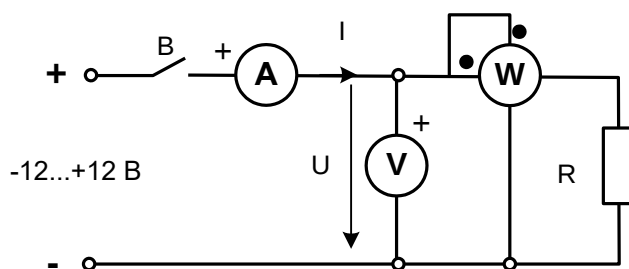

Рис. 2.1. Схема электрической цепи.
Изображение электрической цепи с помощью условных обозначений называют *схемой* электрической цепи (рис. 2.1).
- Соберите цепь в соответствии с принципиальной схемой (рис.2.1) и монтажной схемой (рис. 2.2), установив в наборную панель сопротивление $R_{\text{ном}}=100\dots1000 \text{ Ом}$. Запишите значение сопротивления в табл.2.1.